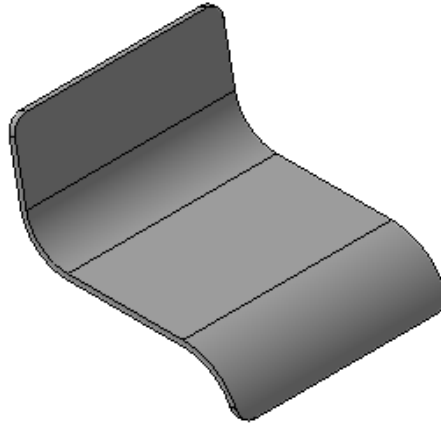

Рисунок 41.
- Скруглите угловые ребра радиусом 25 мм. (рис. 41)